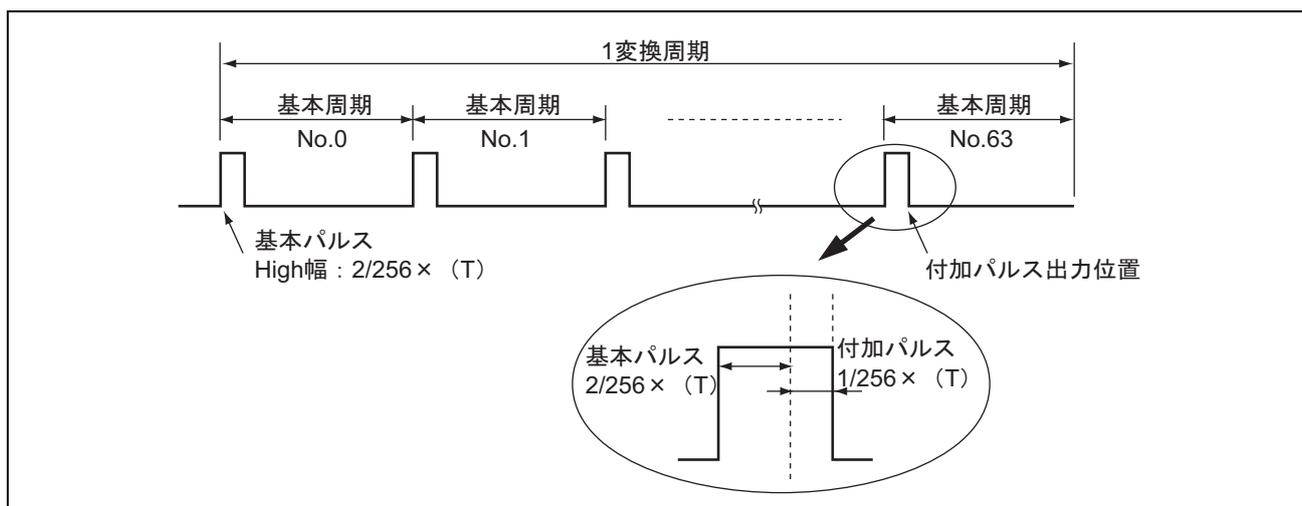

図 9.7 DADR = H'0207 のときの出力波形 (OS = 1)
ここでは、DADR = H'0207 (B'0000 0010 0000 0111) の場合を考えます。図 9.7 に出力波形を示します。CFS = 1 であり、上位 8 ビットの値が B'0000 0010 ですので、基本パルスは High 幅が $2/256 \times (T)$ のデューティ比となります。